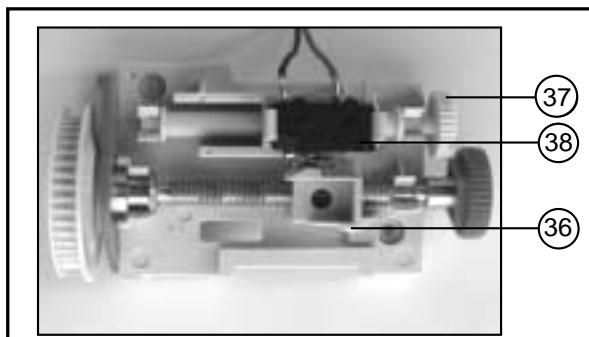

图7： 参照点设置（门处于打开状态）
- 通过滚花轮 (37) 转动调节螺杆，直到参照点开关 (38) 可以由控制滑块 (36) 控制 (参见图7)。接着将较小的滚花轮 (37) 沿逆时针方向转动1至2圈。